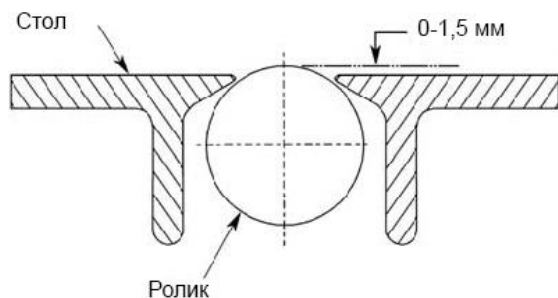

Рис. 13
**ПРИМЕЧАНИЕ:** оба ролика стола предварительно настроены на заводе-производителе на 0,1 мм выше стола. Диапазон настройки высоты находится в пределах от 0 до 1,5 мм (см. Рис. 13).